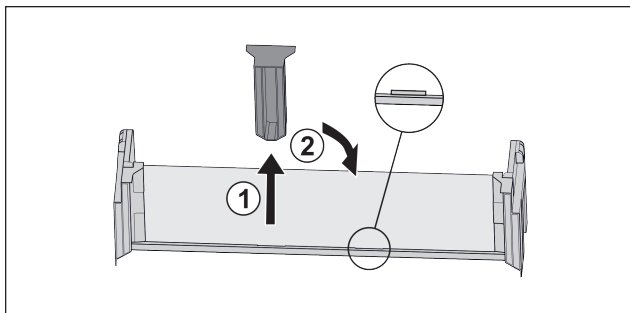

Fig. 65
- ▶ Stiahnite stredný prídržný diel Fig. 65 (1).
- ▶ Nasadte stredný prídržný diel do druhej pozície Fig. 65 (2).